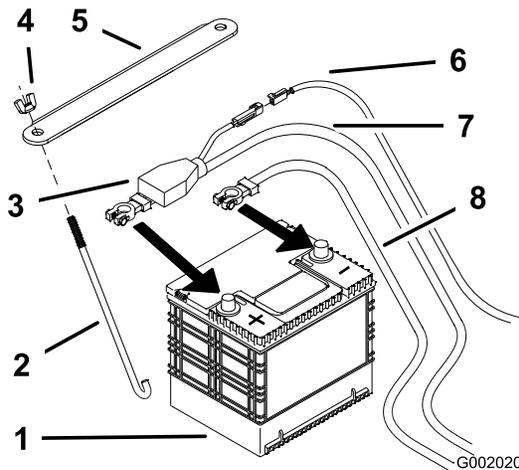

Figure 54
4. Commencez par débrancher le câble négatif de la batterie de la borne négative (-) de la batterie (Figure 54).
5. Enlevez le capuchon rouge de la borne positive (rouge) de la batterie. Débranchez ensuite le câble positif (rouge) de la batterie (Figure 54).
1. Placez la batterie dans son support en tournant les bornes à l'opposé du réservoir hydraulique (Figure 54).
4. Fixez les câbles à l'aide de 2 boulons (1/4 x 3/4"), 2 rondelles (1/4") et 2 contre-écrous (1/4") (Figure 54).
6. Fixez la batterie en position avec des boulons en J, une barrette de maintien et 2 rondelles (1/4 po), ainsi que 2 écrous à oreilles (1/4 po) (Figure 54).